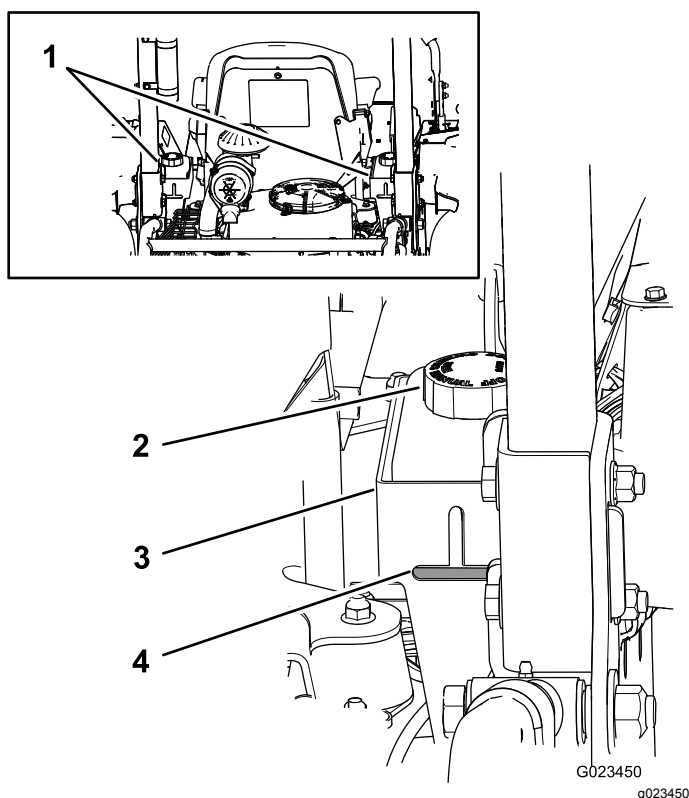

図 17
油圧オイルタンクに高品質の油圧オイルを満たした状態で出荷しています。油圧オイルの点検は、オイルが冷えている状態で行うのがベストです。マシンは移動走行モードになっていることが必要です。オイルの高さが、油圧オイルタンク後部にあるのぞき窓 図 17 の水平部分よりも低い場合には、水平部分の高さまでオイルを補給してください。入れすぎないようにしてください。オイルの高さがのぞき窓の水平部分の最上部までである場合には、補給は不要です。推奨オイルの銘柄を以下に示します
**注** 図 17 に示すように、それぞれの口の根元までオイルがあればよい。
- A. 異物をタンクに入れないよう、各油圧オイルタンクのキャップ取り付け部周辺をウェスできれいに拭く 図 17。